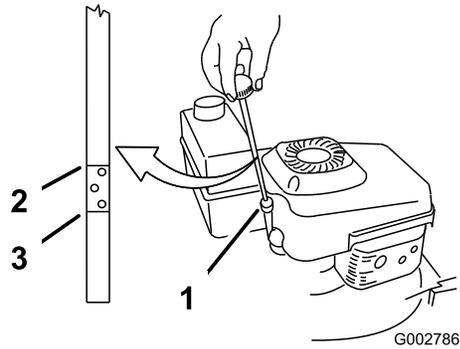

Bild 11
Stellen Sie vor jedem Einsatz sicher, dass der Ölstand zwischen den Marken „Add (Nachfüllen)“ und „Full (Voll)“ am Peilstab steht (Bild 11).
2. Reinigen Sie den Bereich um den Peilstab (Bild 11).
6. Nehmen Sie den Peilstab heraus und lesen Sie den Ölstand ab (Bild 11).